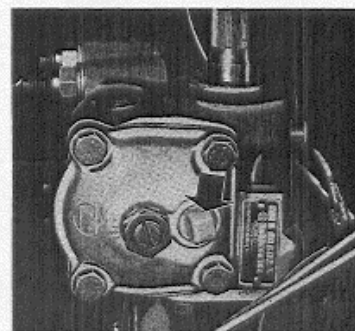

Fig. 1-8. Vuldop van stuurhuis
- Noot 2. Controleer of de olie tot de vuldop reikt (Fig. 1-8). Gebruik het gehele jaar door hypoïde olie SAE 90.